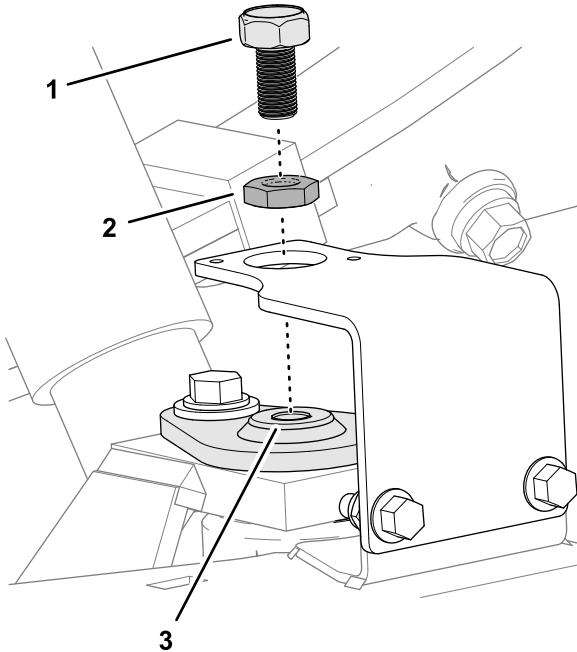

Figure 9
1. Vissez complètement l'écrou de blocage sur la cible magnétique (Figure 9).
2. Vissez la cible magnétique dans le haut du pivot (Figure 9).